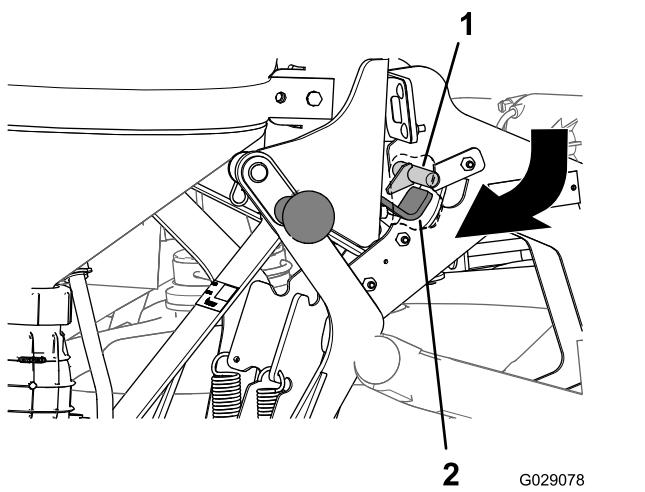

Figura 38
3. Puxe o manípulo do misturador para fora e para baixo até que o gancho do trinco no lado interior da placa posterior se solte da barra do trinco do conjunto da estrutura de suporte principal (Figura 38).
3. Empurre as pegas na parte superior da cavidade até que a parte do gancho do trinco fique alinhada com a barra do trinco da estrutura de suporte principal (Figura 38).